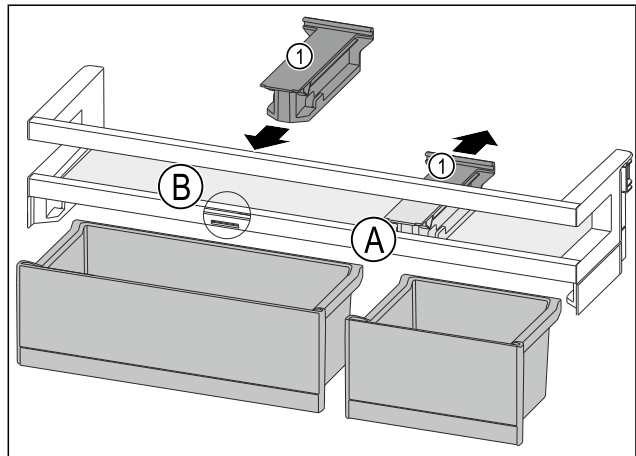

Fig. 107
- ▶ Haltebauteil Fig. 107 (1) in Position Fig. 107 (A) nach hinten abziehen.
- ▶ Haltebauteil Fig. 107 (1) in Position Fig. 107 (B) einsetzen.